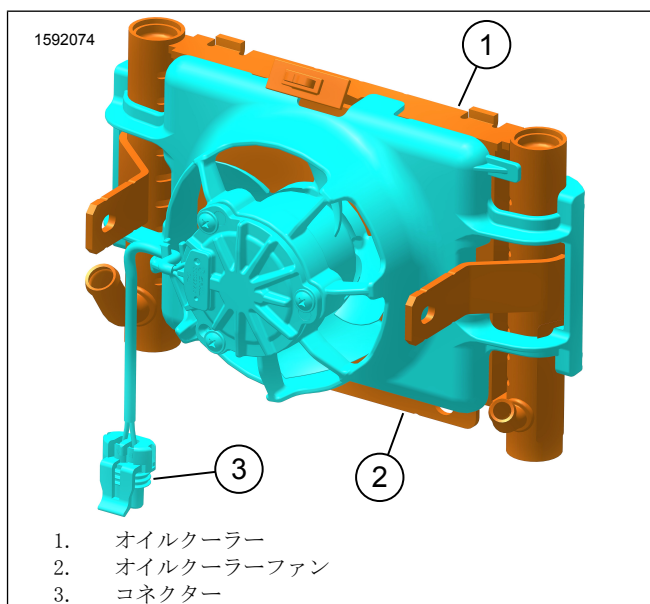
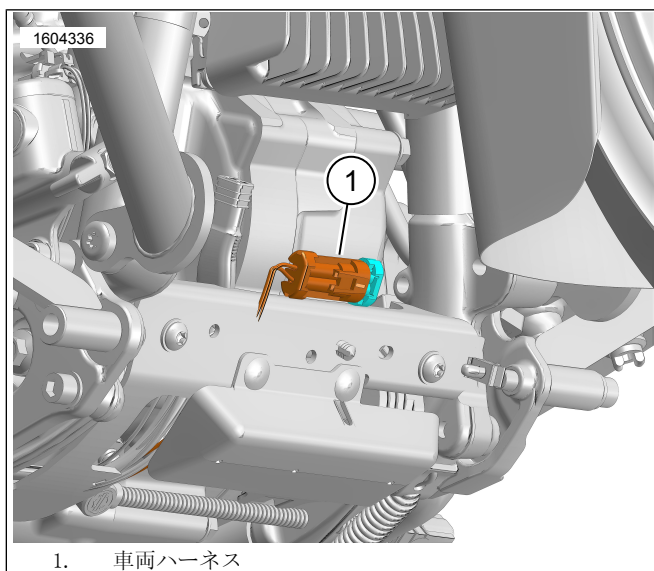

図3。
図4。車両ハーネス
1. 図3を参照してください。オイルクーラーファン(2)をオイルクーラー(1)に取り付けます。
3. 図3を参照してください。オイルクーラーファンコネクター(3)を車両ハーネス(1)に接続します。図4を参照してください。